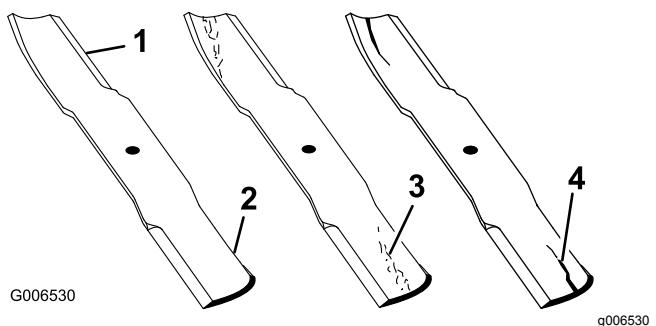

Bild 28
2. Prüfen Sie die Schnittkanten des Messers sorgfältig, insbesondere dort, wo die geraden Flächen die gebogenen berühren (**Bild 28**). Da Sand und anderes reibendes Material das Metall abschleifen kann, das die flachen mit den gebogenen Teilen verbindet, müssen Sie das Messer vor jedem Einsatz der Maschine prüfen. Wenn Sie Abnutzungen (**Bild 28**) feststellen, tauschen Sie das Messer aus, siehe Entfernen und Einbauen der Messer \(Seite 22\).
Wenn sich das Messer abwetzen kann, bildet sich ein Schlitz zwischen dem Windflügel und dem flachen Teil des Messers (Bild 28**). Zuletzt kann sich ein Stück des Messers lösen und aus dem Gehäuse herausgeschleudert werden. Das kann zu schweren Verletzungen bei Ihnen selbst und Unbeteiligten führen.**